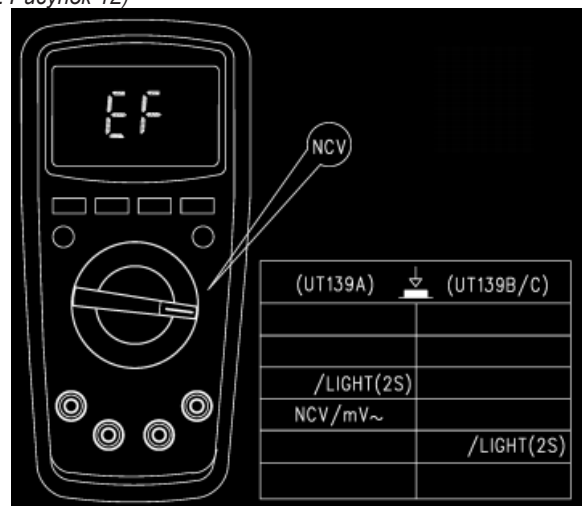

Рисунок 12
9.9. Бесконтактное обнаружение переменного напряжения (см. Рисунок 12)